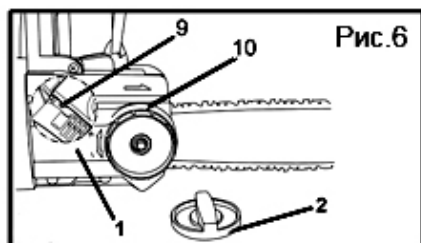

Рис.6
- Точно установите на место крышку (1, Рис.6) и убедитесь в том, что упорный палец (9, Рис.6) цепи точно ложится в предусмотренный для него направляющий шлиц в крышке.
- Аккуратно, не допуская сползания цепи с шины, вращайте регулировочный винт шины (10, Рис.6) по часовой стрелке вплоть до необходимого натяжения цепи.
- Крепко притяните крышку с помощью зажимной ручки (2, Рис.6). Необходимое натяжение цепи достигается, когда в средней части шины, цепь возможно вручную оттянуть от шины на 3-4мм (F).